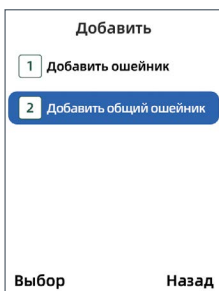

рис. 12
- с помощью кнопок джойстика **▼▲** выберите пункт «Добавить» и нажмите кнопку «Подтверждение» **OK** (рис. 12);